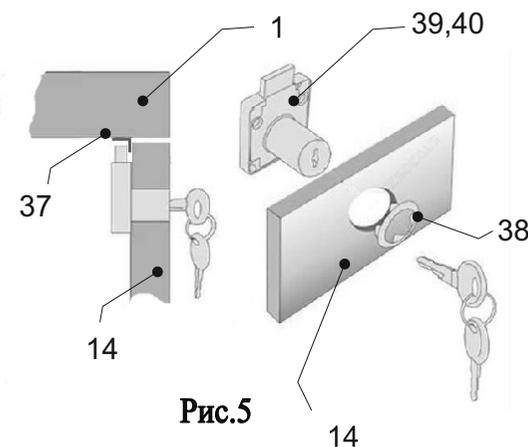

Рис.5
- Сердечник замка (40) вставить в корпус (39) (Установка сердечника возможна в единственном варианте - внутри корпуса замка и на сердечнике есть замок в виде скошенного с одной стороны ромба). Установить замок согласно рис. 5. Для этого прижать замок с внутренней стороне фасада, далее надеть розетку (38) на замок, далее прикрепить замок шурупами (24). Установить уголок (37) на деталь 1 согласно рис.5.